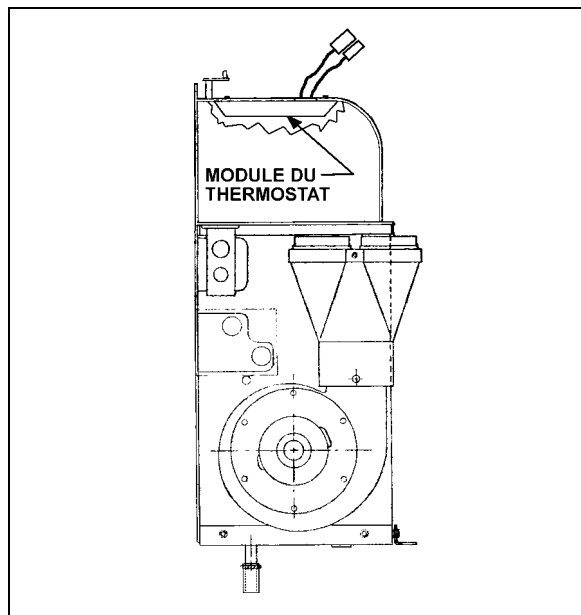

FIGURE 3: ANCIEN EMPLACEMENT DU THERMOSTAT
3. Retirer les quatre vis qui fixent le module du thermostat au dégivreur et les jeter(voir fig. 3).